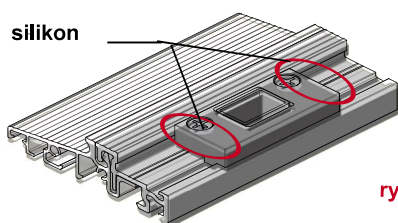

rys. 6
- **Zaczepty antywłamaniowe w progu** zamocuj zgodnie z technologią producenta okuć. Koniecznie wykorzystaj narożnik dolny z długim bolcem w oknach balkonowych (dedykowane do luzu wrębu okuciowego 18 mm). (rys. 6)
- **Silikonuj** wszystkie miejsca styku listwy klipsującej z zaczepami i łącznikami progu. (rys. 6)